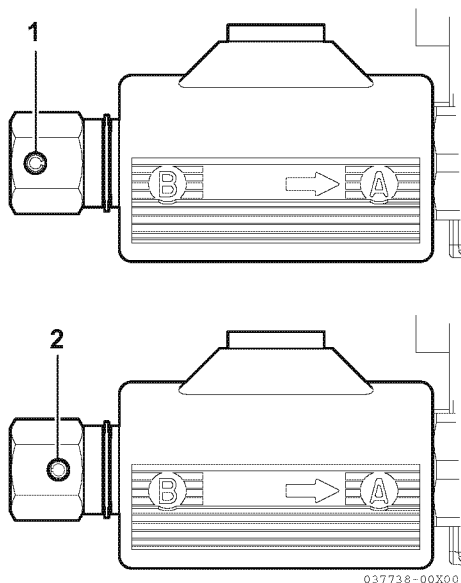

Abbildung 11
- Normalbetrieb (1, **Abbildung 11**)
- Notbetrieb (2, **Abbildung 11**)